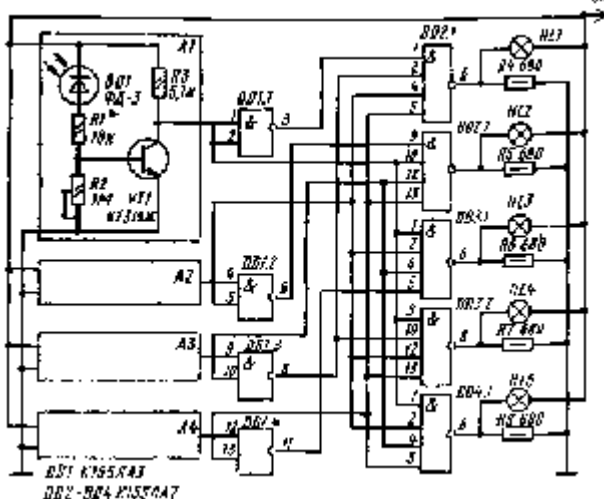

Рис. 79. Перцептрон на микросхемах
**Перцептрон на микросхемах.** В 1985 году в журнале «Радио» была опубликована схема микроэлектронного перцептрона, который разработан под руководством Л. Д. Пономарева и распознает пять цифр (рис. 79).